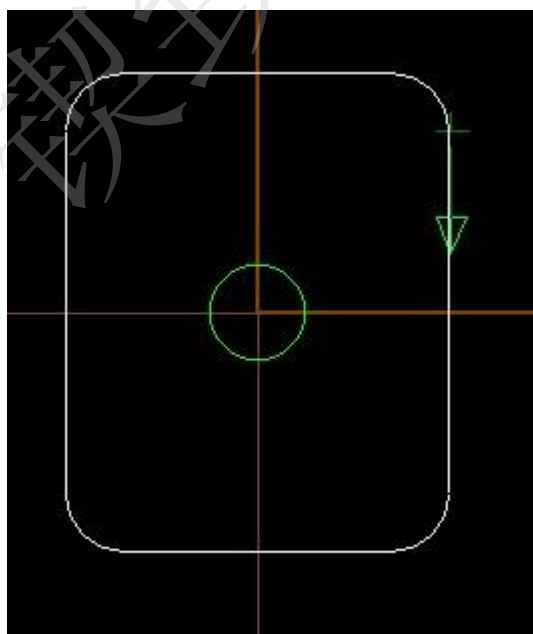

图 3 外形铣切串连
1. 将上述图形在 MasterCAM 画好后，选择外形铣切，对外形进行串连，如图 3 所示。